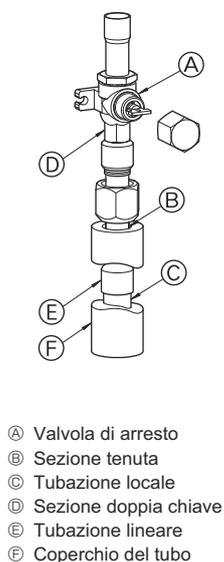

Fig. 4-3
- Per il collegamento delle tubazioni lato gas, procedere nel modo seguente. (Fig. 4-3) (SHW230)